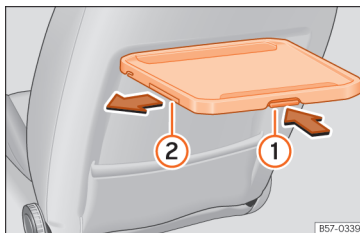

Abb. 165 Sitz vorne links: Klapptisch mit Getränkehalter.
- Drücken Sie den Entriegelungshebel an der Tischunterseite »» **Abb. 165** ① und halten Sie ihn gedrückt.